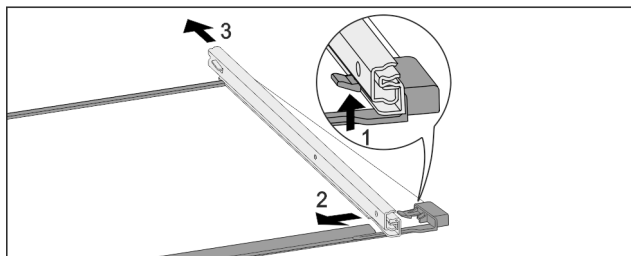

Fig. 205 Glasplaat met rails
- ▶ Voorste vergrendelhaak naar boven duwen. Fig. 205 (1)
- ▶ Uitschuifrail naar de zijkant Fig. 205 (2) en naar achteren Fig. 205 (3) wegschuiven.